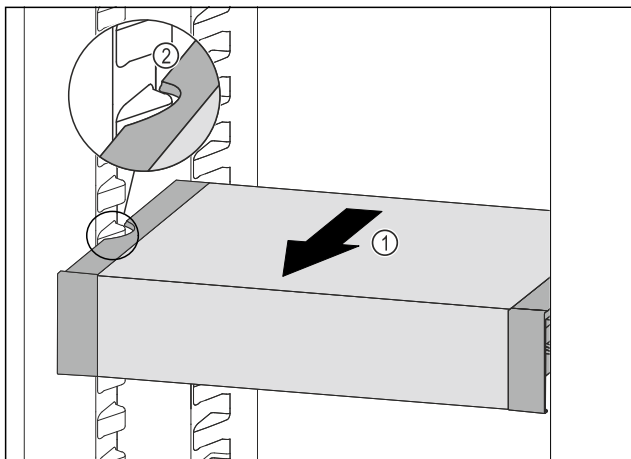

Fig. 137
- Húzza előre felé a VarioSafe fiókot annyira Fig. 137 (1), hogy a VarioSafe oldalsó kivágásai a hűtőrésszen a tartó-borda magasságában legyenek. Fig. 137 (2)